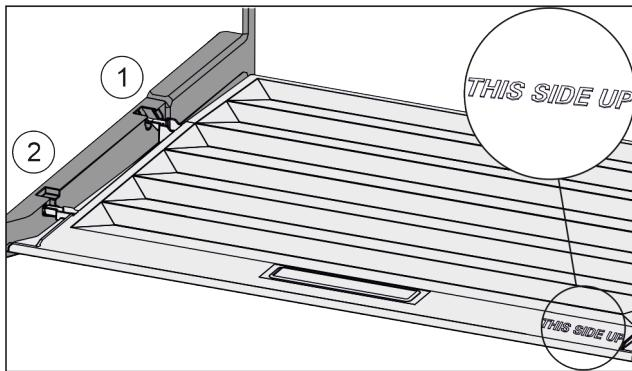

Fig. 108
- ▶ Výstupky veka zavedte cez otvor zadného držiaka *Fig. 108 (1)* a zaistite vpredu v držiaku *Fig. 108 (2)*.